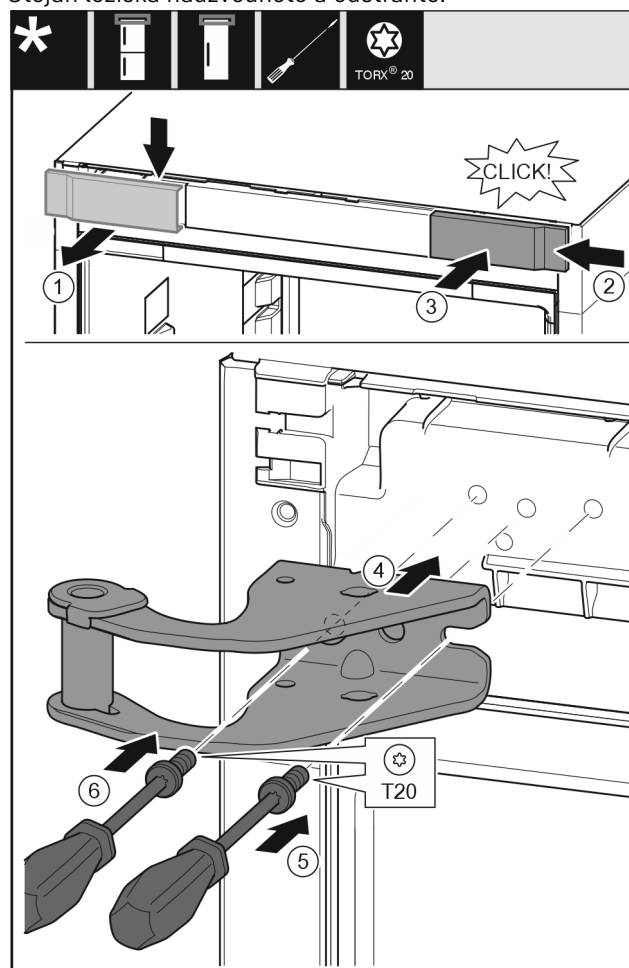

Fig. 9
- ▶ Odeberte kryt shora dopředu. Fig. 9 (1)
- ▶ Kryt otočený o 180° zavěste na druhé straně zprava. Fig. 9 (2)
- ▶ Zaklapněte kryt. Fig. 9 (3)
- ▶ Nasad'te horní stojan ložiska. Fig. 9 (4)
- ▶ Šroubovákem T20 nasad'te šroub a utáhněte. Fig. 9 (5)
- ▶ Šroubovákem T20 vložte šroub a utáhněte. Fig. 9 (6)